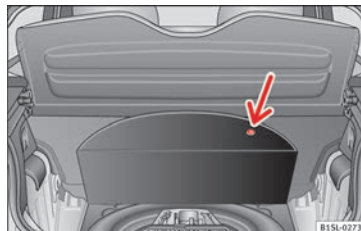

Fig. 122 No porta-bagagens: revestimento do piso levantado.
As ferramentas de bordo, o pneu suplente, a roda de emergência e o kit antibloqueio encontram-se no porta-bagagens, debaixo do revestimento do piso » Fig. 122.
- Levante o revestimento do piso pelas extremidades (seta) » **Fig. 122.**